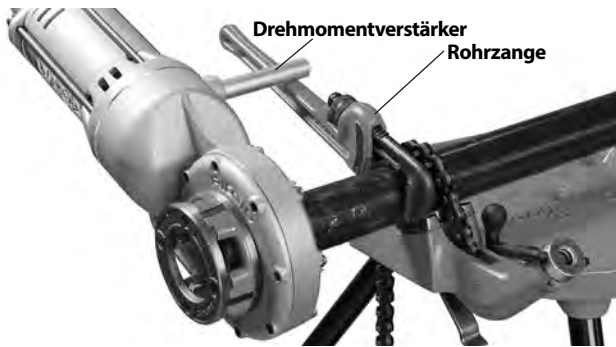

Abbildung 7 – Gewindeschneiden mit Rohrzanze als Stützarm
2. Setzen Sie die RIDGID 12", 14" oder 18" Hochleistung-Rohrzange etwa 7" (175 mm) vom Rohrende entfernt an (*siehe Abbildung 7*). Prüfen Sie, ob die Zange gesichert ist und nicht herunterfallen oder sich bewegen kann.